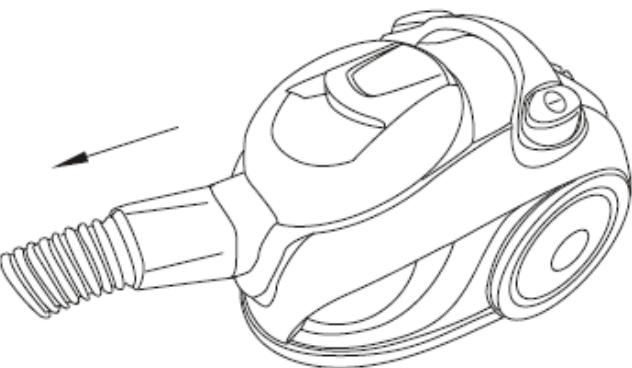

Рис. 2
2. После использования поверните шланг против часовой стрелки на 90° и потяните за его основание на себя (рис. 2).